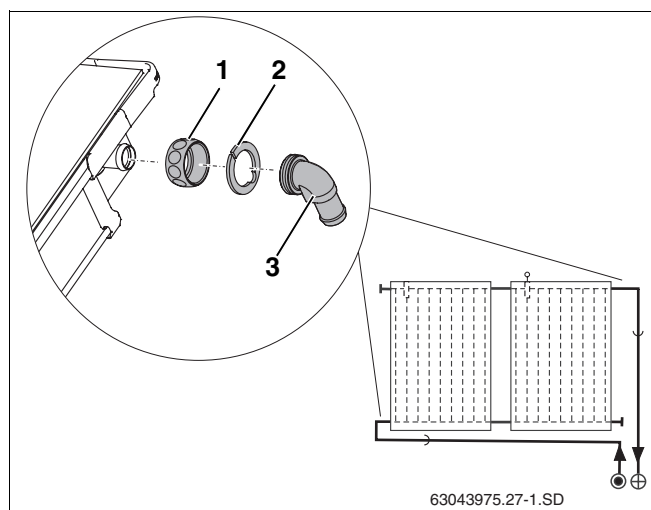

Fig. 22 Monter les embouts coudés
- Glissez l'écrou-raccord (fig. 22, **pos. 1**) sur les raccordements des capteurs.
- Placer les rondelles de serrage (fig. 22, **pos. 2**) derrière le renflement du raccordement des capteurs et appuyer.
- Positionner l'embout coudé avec joint torique (fig. 22, **pos. 3**) et visser avec l'écrou-raccord.